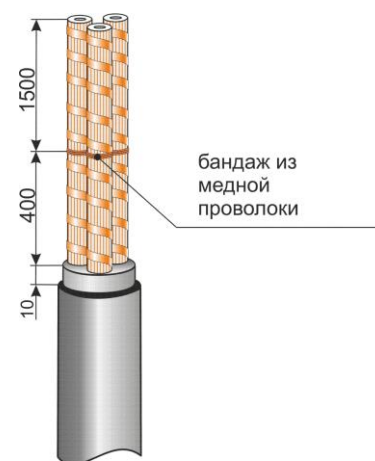

Рис.3
**3.** Развести жилы кабеля, на расстоянии 1500мм от конца каждой жилы наложить бандаж из 2-3 витков медной проволоки (Рис.3).